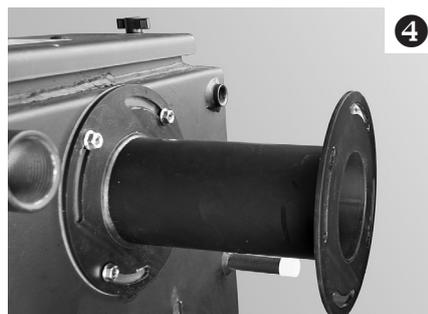

fig. 10 - Adaptateur du raccord d'évacuation des fumées
L'adaptateur permet de poser la volute du ventilateur à distance de l'habillage (fig. 10 - ④)
Le raccord d'évacuation des fumées est réglable en continu de gauche à droite (fig. 10 - ②).
① Volute du ventilateur (configuration de série)